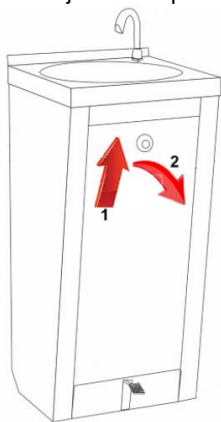

Fig. 7
- Para extraerlo, coloque el dedo en el orificio superior y tire de él verticalmente (1 hacia arriba) y, a continuación, extráigalo (2), tal y como se muestra en la Fig. 7.